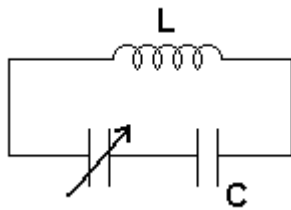

Figura 3: Ajuste con condensador en serie
se podrá lograr la sintonía sin más elementos que el condensador variable y la bobina. Como en general esto no se va a cumplir, va a ser necesario colocar condensadores en serie o paralelo con el variable para ajustarlo. Si $\frac{f_{\max}^2}{f_{\min}^2} > \frac{C_{\max}}{C_{\min}}$, utilizarán un montaje serie, como se muestra en la **Figura 3**. Por el contrario,
Supongamos que deseamos calcular el valor adecuado del condensador C en el caso de la Figura 3. Puesto que dicha capacidad está en paralelo con la del condensador variable se va a sumar a ella, luego en vez de la ecuación (3), lo que tendrá que cumplirse es: